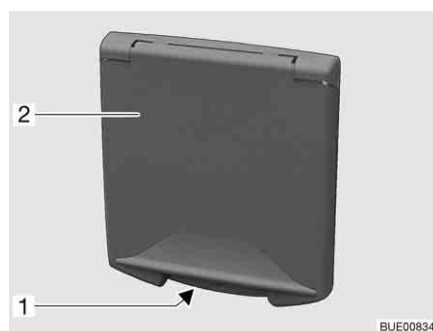

Bild 37 Klappe für 230-V-Anschluss
- In die Griffmulde (Bild 37,1) an der Außenklappe (Bild 37,2) greifen und die Außenklappe nach oben schwenken.